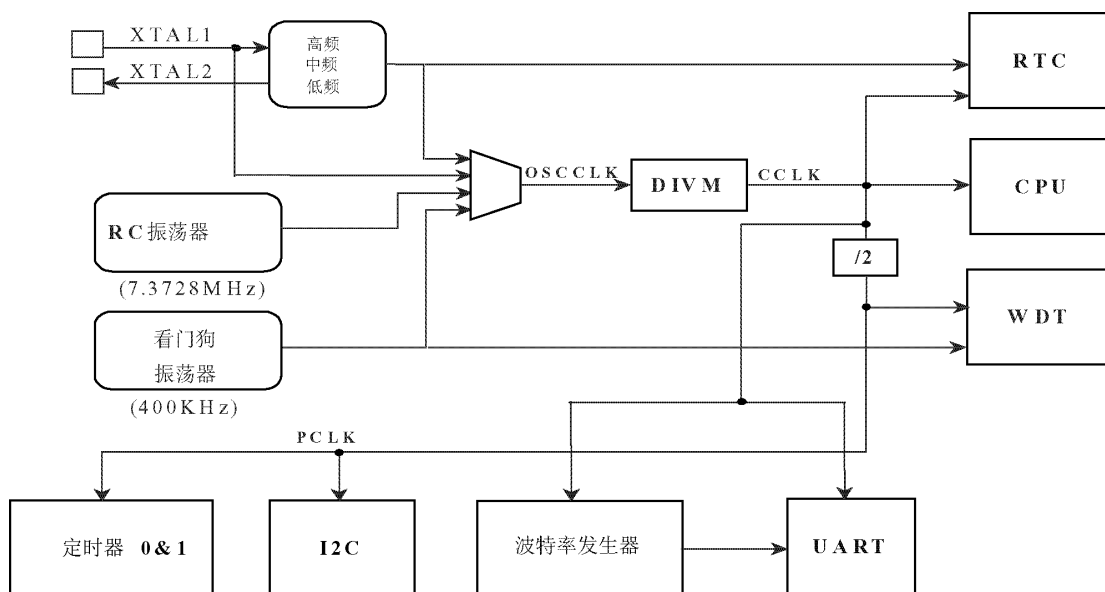

图 1 振荡器控制框图
- OSCCLK—输入到 DIVM 分频器的时钟。OSCCLK 可选择 4 个时钟源之一（见图 1），也可降低到较低的频率（见“CPU 时钟（CCLK）调整：DIVM 寄存器一节）。